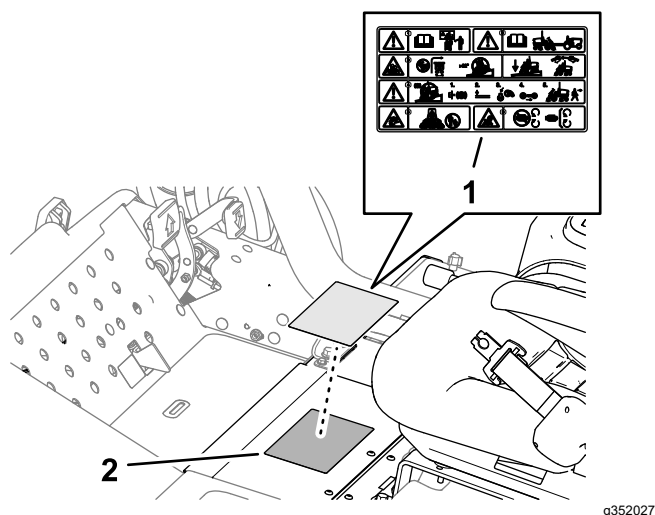

Figure 23
1. Essuyez soigneusement l'autocollant de sécurité standard avec un chiffon imbibé d'alcool, et laissez sécher le cadre (Figure 23).
2. Retirez la pellicule protectrice au dos de l'autocollant de sécurité CE (réf. 121-7928), et appliquez-le sur l'autocollant de sécurité standard, comme montré à la Figure 23.